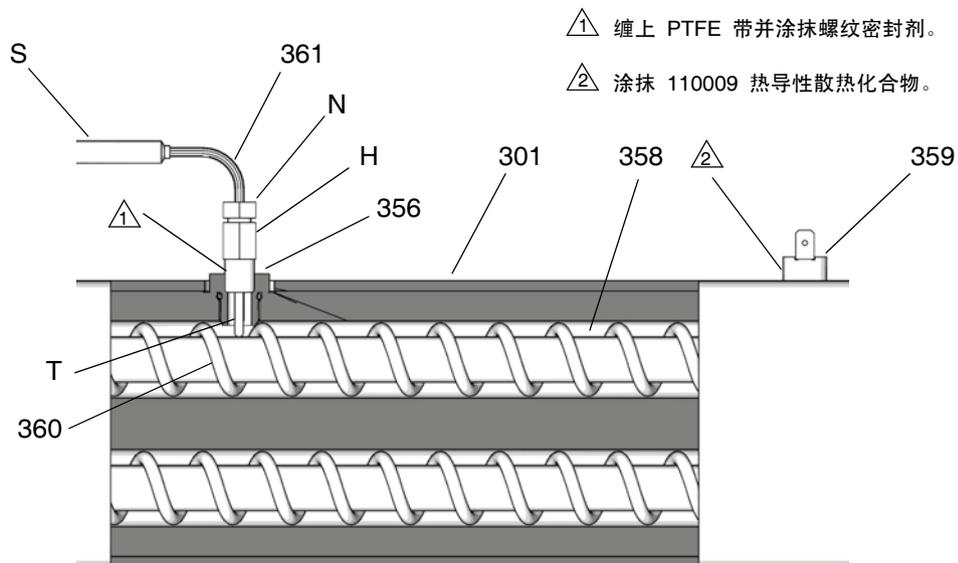

图 8：热电偶
7. 参见图 8。松开套圈螺母 (N)。从加热器外壳 (351) 中取出热电偶 (361)，然后卸下热电偶外套 (H)。除非必要，否则不要卸下热电偶的转换接头 (356)。如果必须卸下转换接头，则当重新装上转换接头时，要确保混合器 (360) 不挡道。
8. 更换热电偶，图 8。
- a. 从热电偶端头 (T) 取下保护胶带。
- b. 给外螺纹缠上 PTFE 带并涂抹螺纹密封剂，然后将热电偶外套 (H) 拧入转换接头 (356) 内。
- c. 将热电偶 (361) 向里推，使其端头 (T) 接触到加热元件 (358)。
- d. 将热电偶 (T) 顶在加热元件上，将套圈螺母 (N) 拧紧，然后再拧 1/4 圈。
9. 将接线 (S) 穿过机柜并穿入先前的线束。将接线重新连接到电路板上。
11. 同时接通加热器 A 和 B 进行测试。两者的升温速度应当相同。如果一个加热器的加热速度低，可松开套圈螺母 (N) 并紧固热电偶外套 (H)，使热电偶端头 (T) 接触到加热元件 (358)。
5. 从过温开关 (359) 上断开一根引线，图 8 第 33 页。用欧姆表检查开关的两端。电阻必须近似于 0 欧姆。
6. 如果开关有故障，则卸下接线和螺丝。丢弃有故障的开关。涂上热导性化合物 110009 后，在外壳 (351) 的相同位置装上新的开关并用螺丝 (311) 固定。重新连接接线。